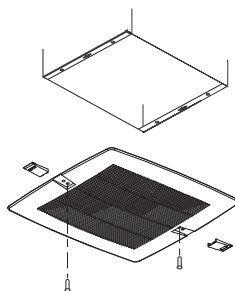

Figure 7 — Pose de la grille
3. Enfiler les couvre-vis sur les vis de fixation, voir Figure 7.
Nomenclature des pièces de rechange pour caissons d'extraction isolés (voir Figure 7)